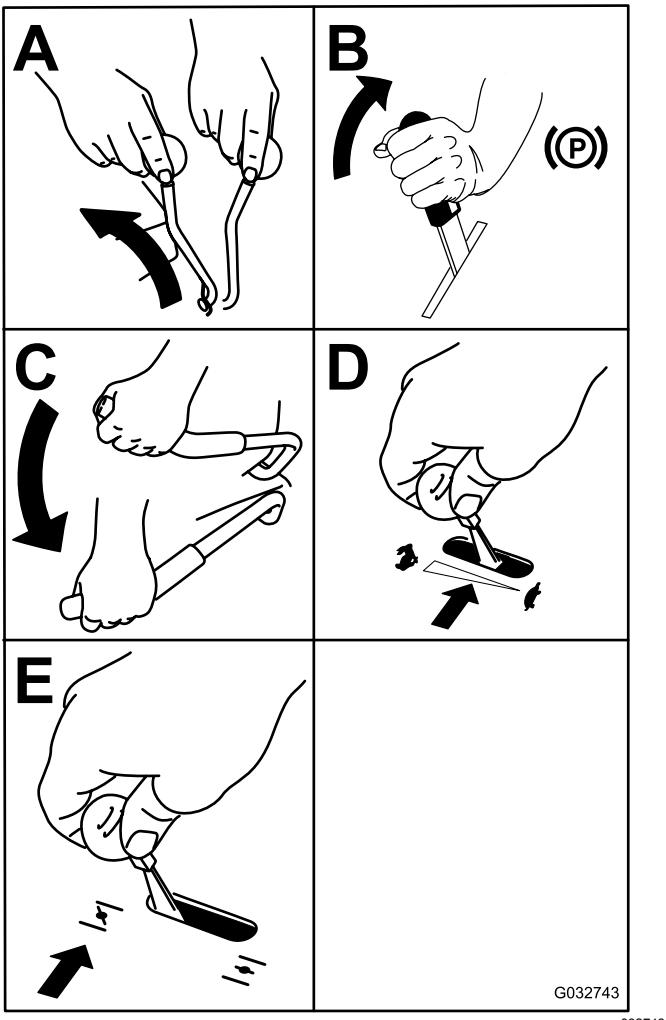

Figure 21
3. Placez le levier d'engagement de PDF en position ARRÊT (Figure 21).